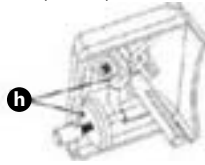

Abb. 10
- Reiben Sie die Schleifsteine (h) nach dem Schärfen mit einer in Alkohol getränkten Reinigungsbürste ab (Abb. 10).